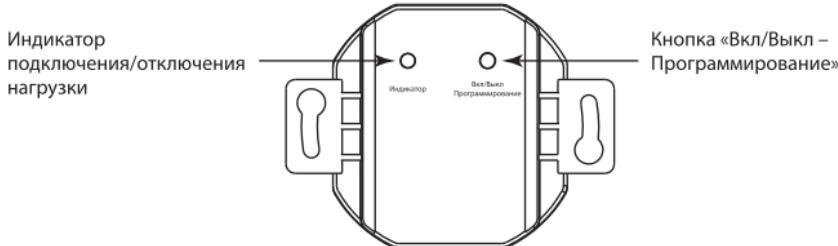

Рисунок 4. Внешний вид приемника M1
6.3. Для подключения приемника M1 к передатчику его нужно перевести в режим программирования. Для этого необходимо нажать и удерживать кнопку «Вкл/Выкл – Программирование» более 1 секунды (рисунок 4), при этом начинает моргать светодиод слева.